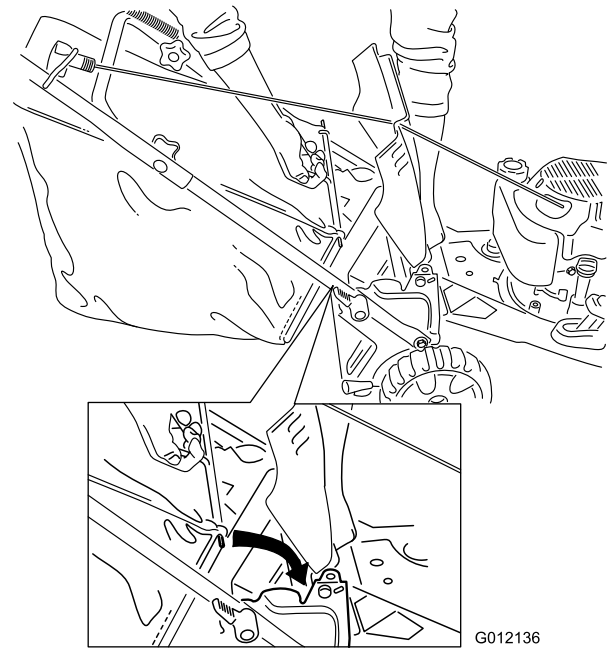

Bild 16
2. Heben Sie die hintere Klappe an und hängen Sie den Fangkorb in die Kerben ein; senken Sie die hintere Klappe dann ab (Bild 16).